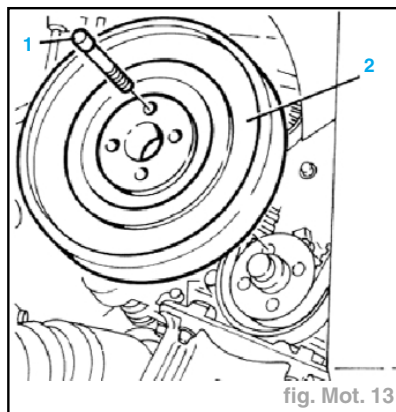

fig. Mot. 13
- Dévisser les vis de fixation (1) (fig. Mot. 13).
- Déposer la poulie de vilebrequin (2).